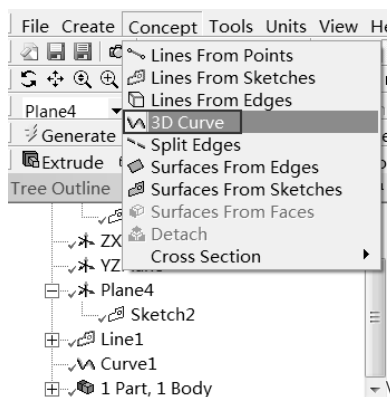

图 5-54 三维线段命令
Step18: 选择 Concept 3D Curve 命令, 选择如图 5-54 所示的两个顶点, 此时顶点加亮, 并在中间生成一条加亮的线段, 单击  Generate 按钮, 生成线段。